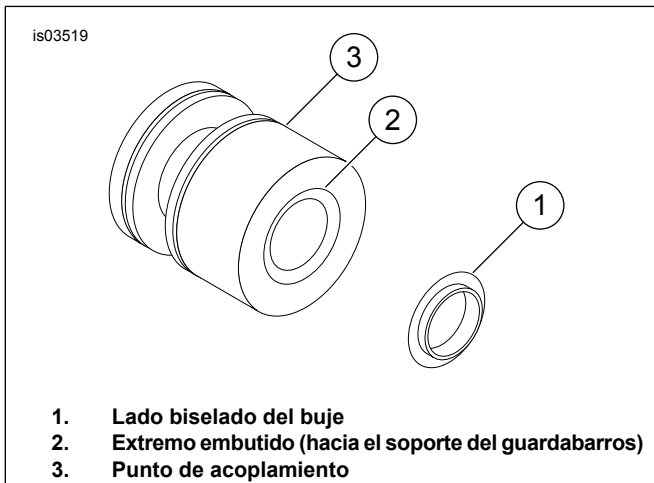
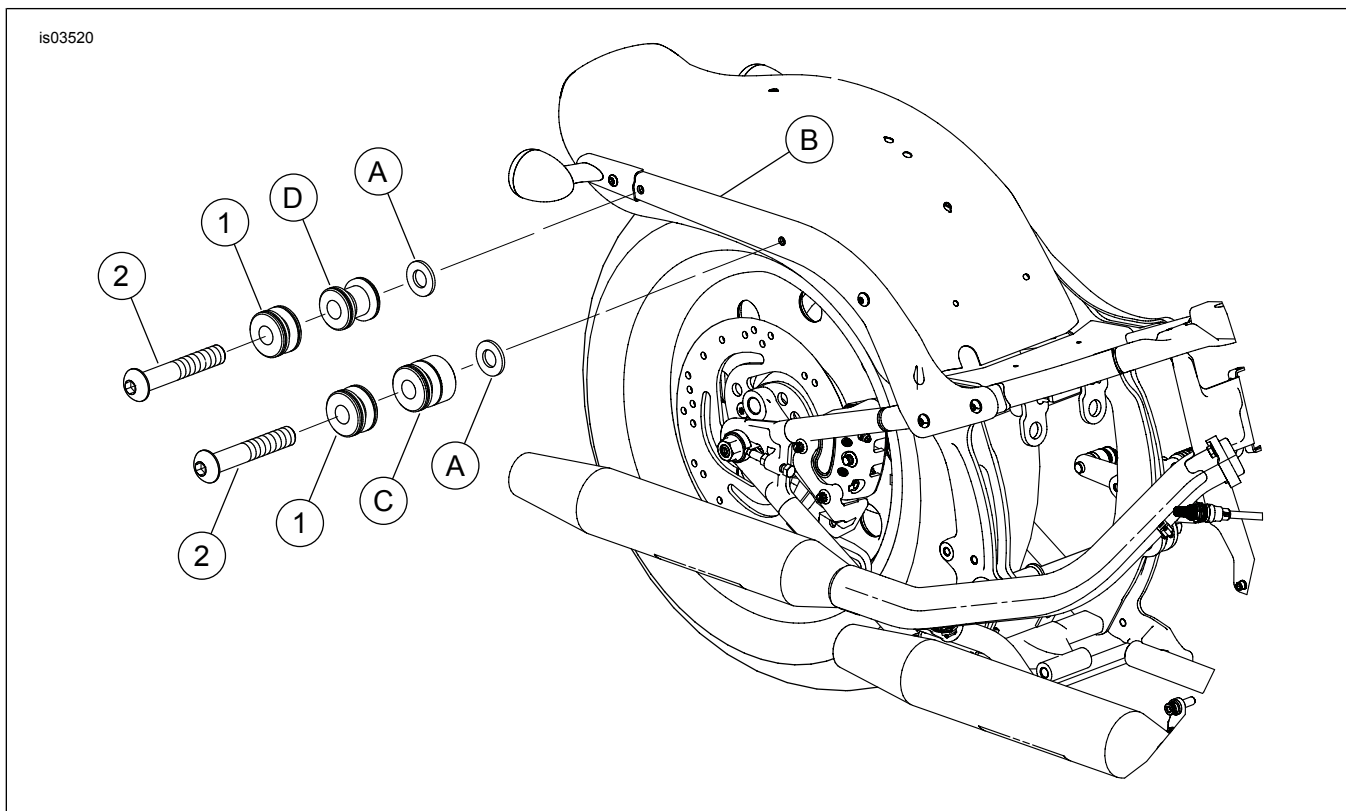

Figura 3. Punto de acoplamiento y buje
Figura 4. Piezas de servicio: kit de elementos de sujeción de acoplamiento para alforjas desmontables Softail
Vea la Figura 4 y la Tabla 1.
3. Vea la Figura 4. Coloque un buje (A) dentro de cada uno de los agujeros del soporte del guardabarros (B). El lado biselado de los bujes (Figura 3, artículo 1) queda orientado hacia afuera del guardabarros.
4. Instale los puntos delanteros y traseros de acoplamiento (C, D). En cada punto de acoplamiento, coloque el lado embudido del punto de acoplamiento para que enganche el buje (Figura 3, artículo 2).